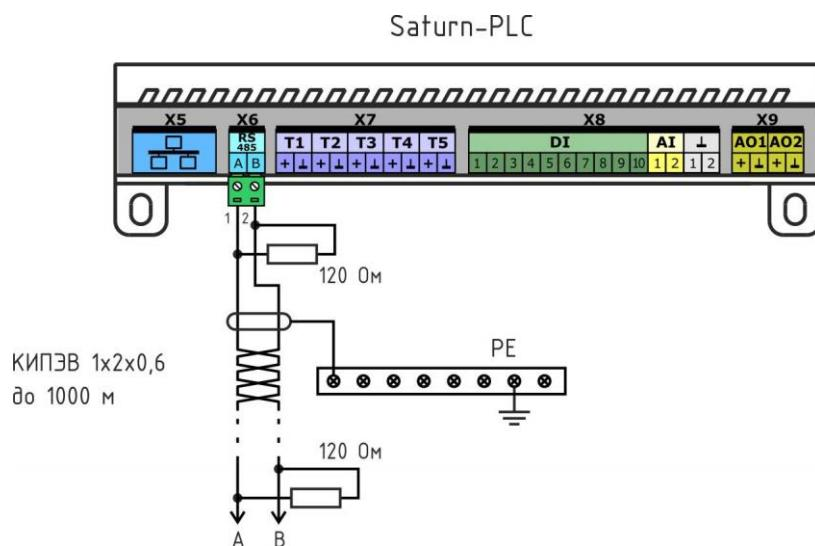

Рисунок 7 – Подключение интерфейса RS-485
15. Подсоединить к ответной части клеммного соединителя разъема X6 «под винт» кабель экранированная «витая пара» интерфейса RS-485 от внешнего устройства, сблюдая полярность (рисунок 7).